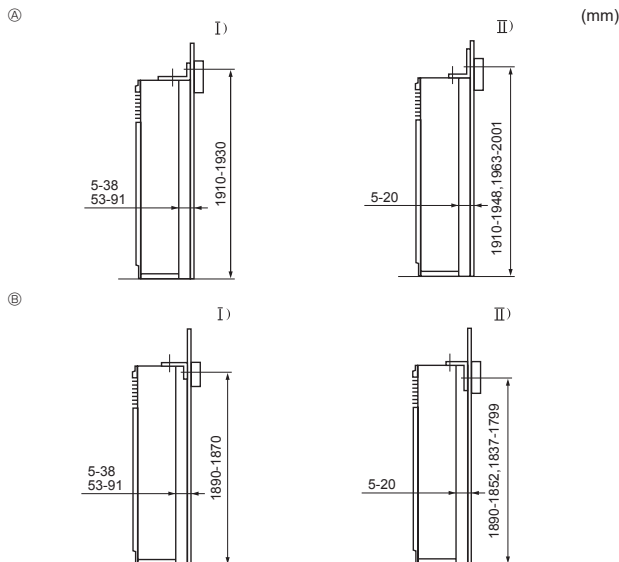

Fig. 3-3
- ① Klammer, die das Umkippen verhindert
Die Klammer, die das Umkippen verhindert ①, ist auf der Oberseite der Anlage angebracht. Die Blechschauben ② entfernen und die Klammer wie in der Abbildung dargestellt wieder anbringen. Angaben über richtige Einbauabstände siehe Fig. 3-3.
- Ⓔ Die Schraube ⑩ entfernen und das Gitter zum Abnehmen nach vorne ziehen.
3.3. Montage der Klammer, die das Umkippen verhindert (Fig. 3-3)